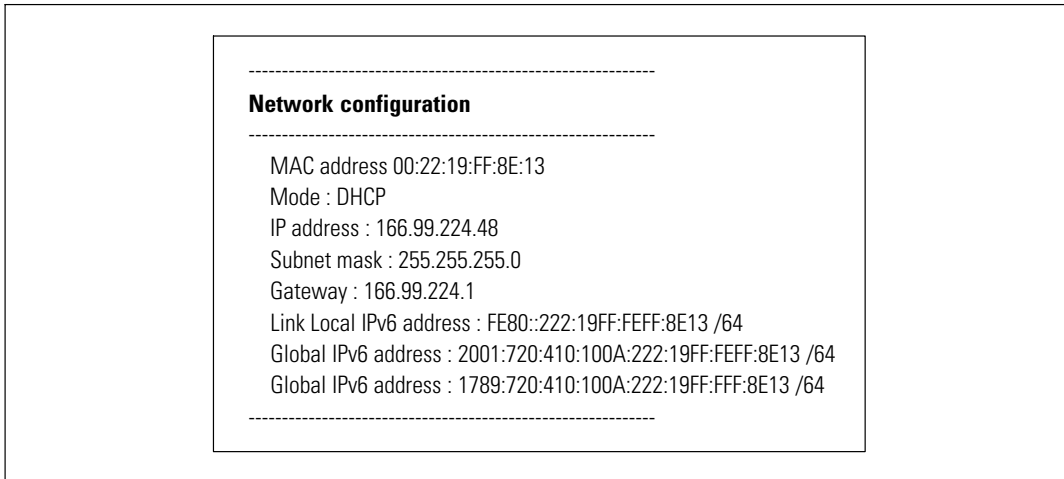

Figure 41. Option Lecture des paramètres réseau
- **Read Network settings:** Pour afficher les paramètres réseau (voir la Figure 41).